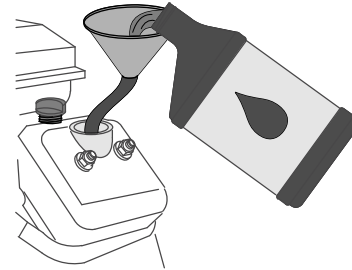

Figure 75
2. Versez lentement 1,6 L (56 oz liq.) de l'huile spécifiée dans le goulot de remplissage (Figure 75) du moteur; voir Spécifications de l'huile moteur (page 55).